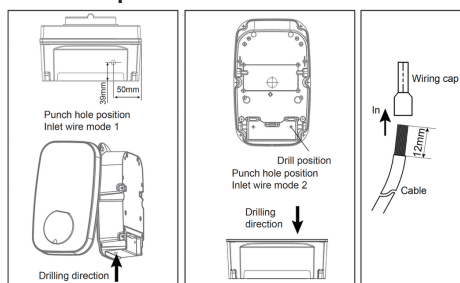

Fig. 13
- Respeitar o tamanho e a posição indicados na figura (referência fig. 13).
- a5. Ligue o cabo ao bloco de terminais seguindo a secção «Ligação da cablagem elétrica» (referência fig. 13). Mantenha a correspondência dos condutores L/N/PE (monofásico) ou L1/L2/L3/N/PE (trifásico).